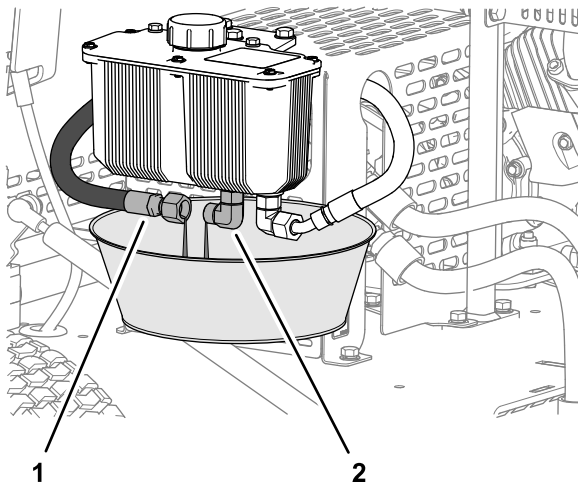

Bild 37
1. Stellen Sie eine Ablaufwanne mit einem Fassungsvermögen von 2 l unter den Hydraulikbehälter (Bild 37).
2. Trennen Sie den Hydraulikzulaufschlauch vom Anschluss des Behälters, und lassen Sie das Hydrauliköl vollständig ablaufen (Bild 37).